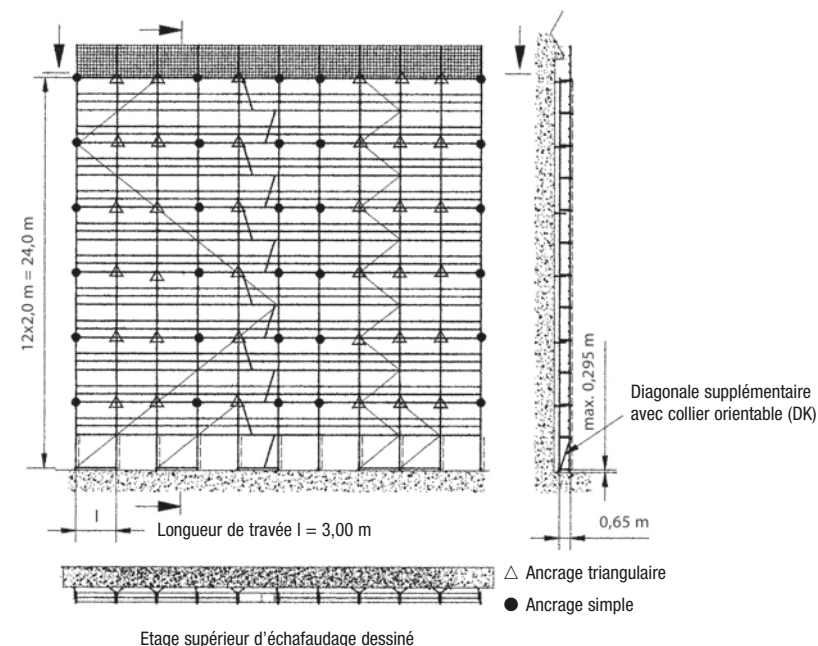

Figure 21
- Montage ultérieur comme représenté à la figure 21 (y compris filets)